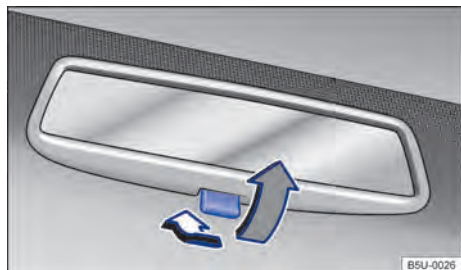

Fig. 66 Retrovisor interior con antideslumbrante manual.
- Posición de noche: tirar de la palanca → fig. 66 (flecha gris), para evitar el deslumbramiento de los faros de los vehículos que circulan detrás.